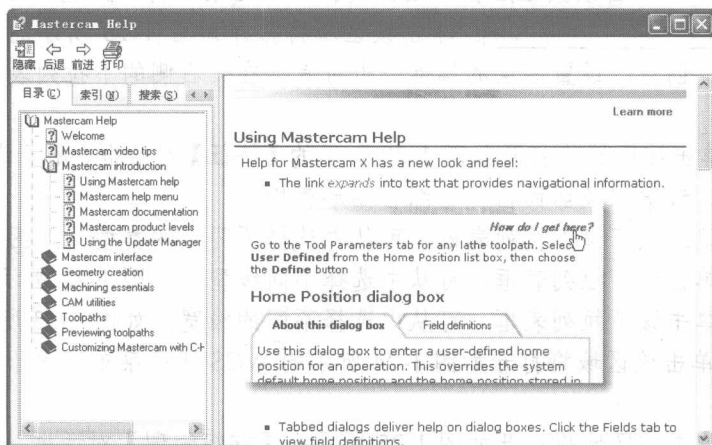

图 1-14 【Mastercam Help】对话框
- 按 **Alt+H** 组合键：提示用户按 **Alt+H** 组合键可以打开【Mastercam Help】对话框，从而查看帮助信息，如图 1-14 所示。